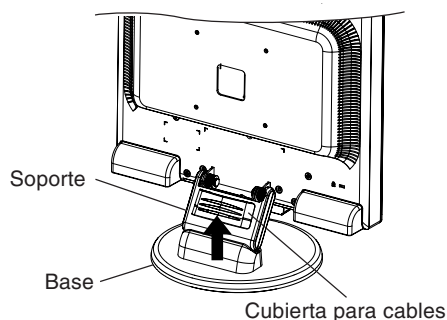

Figura A.4
3. Retire el conducto para cables (**figura A.4**).